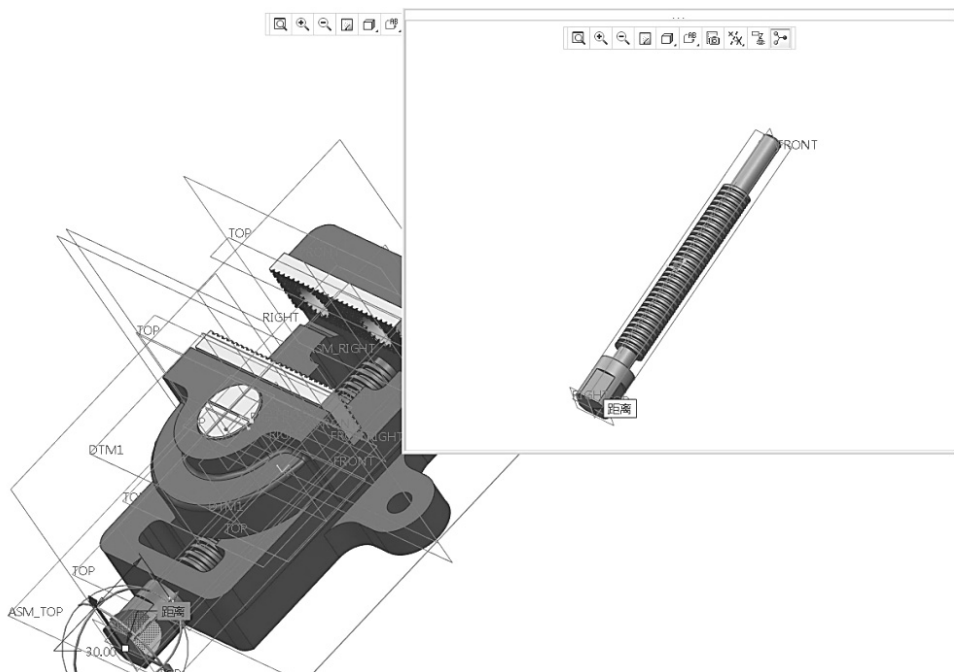

图 8-9 装配子窗口
- 【子窗口】选项卡 : 主要用于控制元件的装配显示方式，用于在单独的子窗口中显示待装配的元件，如图 8-9 所示，按下此按钮后，弹出待装配元件子窗口，用户可在主窗口和子窗口中同时操作，提高了选取参照的可操作性。按钮控制是否在主界面中显示待装配体。